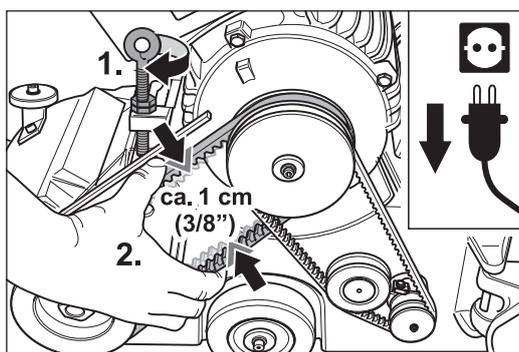

Abb. 86 Zum Spannen des Antriebsriemens die Ringschraube am Motor im Uhrzeigersinn drehen (1.).
- 4** Spannen Sie den Antriebsriemen für die Schleifwalze. Drehen Sie dazu die Ringschraube am Motor im Uhrzeigersinn (Abb. 86, 1.).
Der Keilriemen ist **richtig gespannt**, wenn er mit normalem Kraftaufwand noch um ca. 1 cm (3/8") zusammengedrückt werden kann (Abb. 86, 2.).